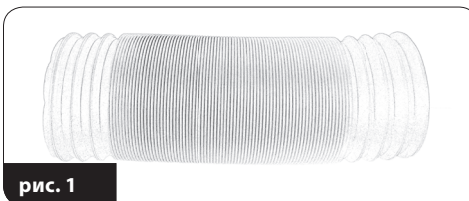

рис. 1
2. В отводящем теплый воздух воздуховоде (18) вытяните наружные обручи на обоих концах воздуховода так, чтобы можно было свободно прикрутить оснащение (рис.1).